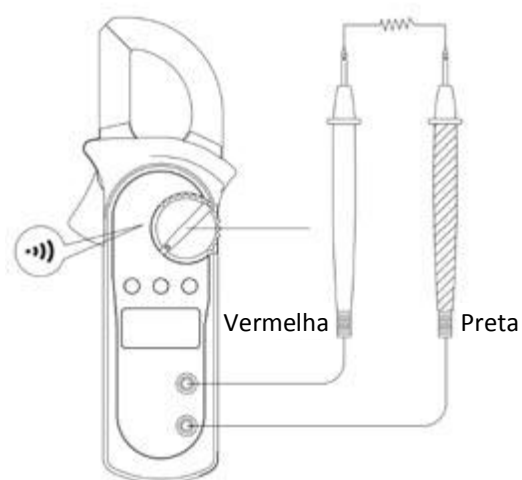

Figura 7
E. Teste de Continuidade (ver figura 7)